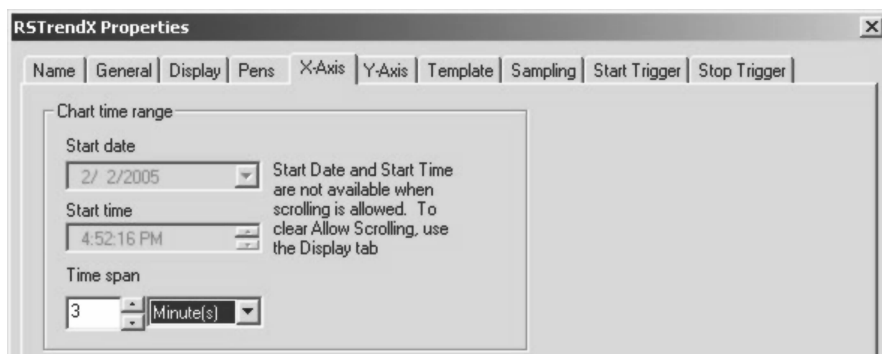

图 16-37 “X 轴”选项卡
8. 单击“X 轴”(X-Axis)选项卡,将时间设为 3min,如图 16-37 所示。